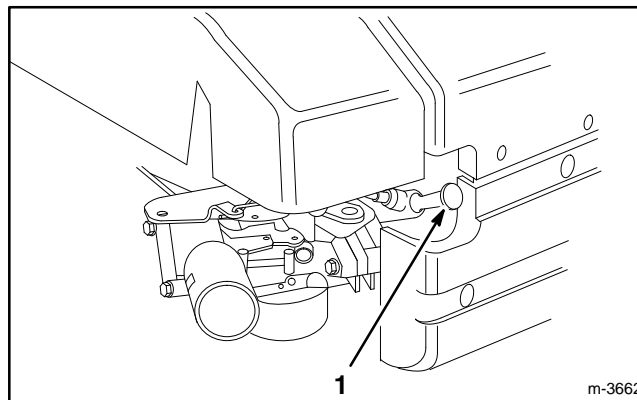

Figure 10
1. Brancher le fil d'allumage sur la bougie (Fig. 10).